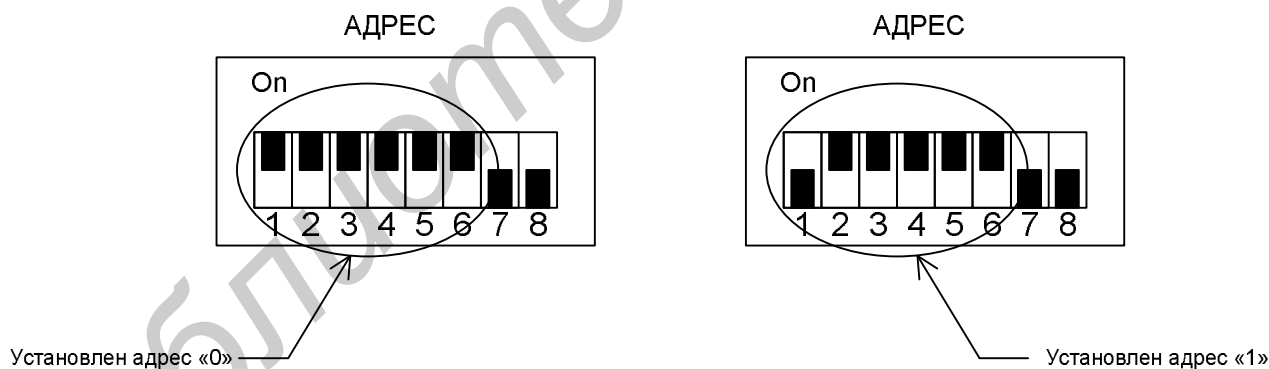

Рис. 4. Примеры установки адресов «0» и «1»
На предприятии-изготовителе установлен режим, при котором сопротивления стыковых цепей 2048 кбит/с – 120 Ом. Сопротивления стыковых цепей 75 Ом установите с помощью перемычек по рис. 4.
2) проверьте наличие перемычек на соединителях, обеспечивающих сопротивление стыковой цепи внешней синхронизации 120 или 75 Ом (см. рис. 4).
Адрес ОЛТ на сети электросвязи устанавливается с помощью микропереключателя АДРЕС по табл. 16, приведённой в подразд. 8.6. Микропереключатель АДРЕС расположен на задней панели модуля. Для установки адреса используются движки микропереключателя с 1 по 6 позиции. На рис. 4 приведены примеры установки адресов «0» и «1». Рекомендуется присваивать адрес, начиная с минимального незанятого номера. Необходимо помнить, что на сети электросвязи не должно быть изделий с одинаковым адресом!